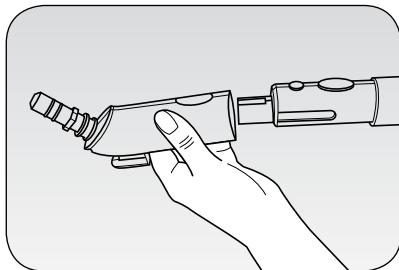
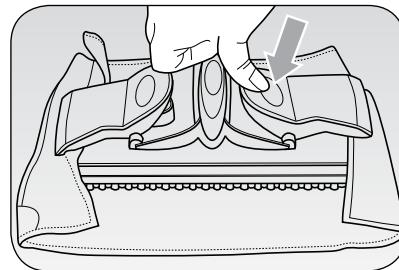

Fig. 7
Fig. 8
Dit accessoire, dat op de adapter (13) aangesloten moet worden (Fig. 7), wordt gebruikt met de verlengbuizen (9) en beschikt over praktische klemmen waaraan de bijgeleverde dweil (7) verbonden kan worden en ook alle andere soorten dweilen die in de wasmachine gereinigd kunnen worden. Voor het plaatsen van de dweil zet de borstel in het midden hiervan, hef de speciale klemmen aan de uiteinden van de borstel op, steek er een rand van de doek in en laat de klem weer los (Fig. 8).